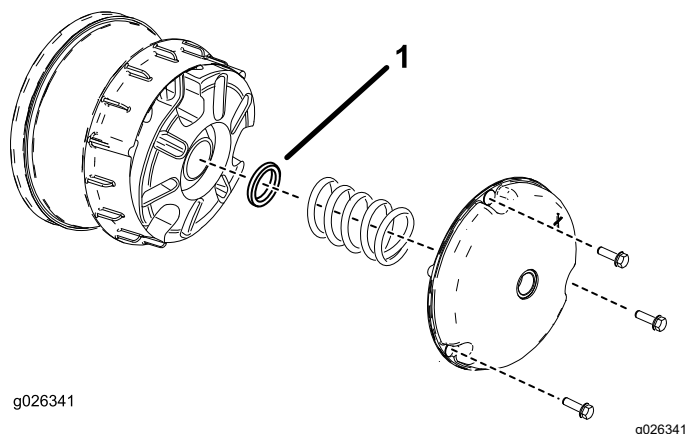

Figure 61
- Retirez les boulons qui fixent le couvercle de l'embrayage primaire, comme montré à la Figure 61.